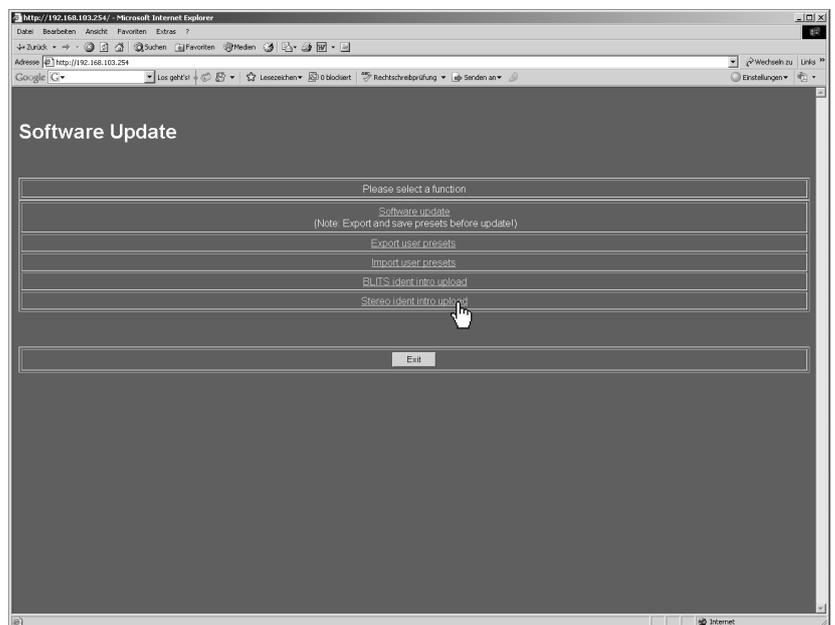
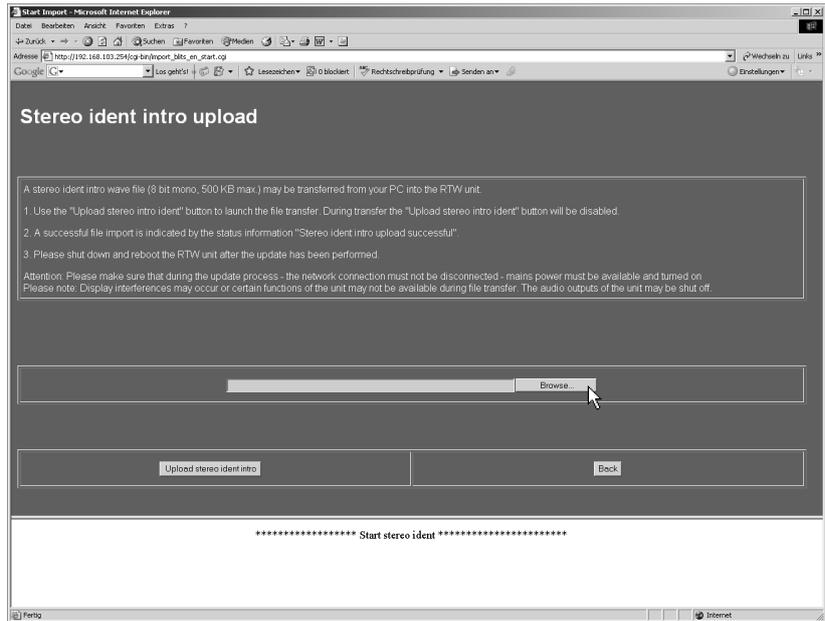
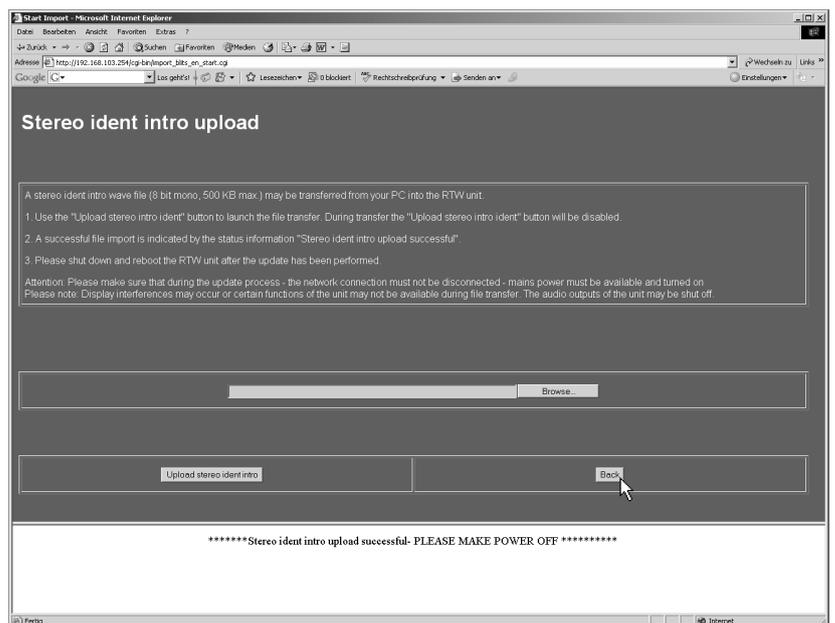

Bild 8-31: Anzeige des Software-Update-Programms in einem Internet-Browser
Bild 8-32: Anzeige der „Stereo ident intro upload“-Seite („Durchsuchen“)
Bild 8-35: Ende des Hochladens der Intro-Datei
2. Im Browser-Fenster erscheint das Software-Update-Programm des SurroundMonitor (siehe Bild 8-31). Wählen Sie „Stereo ident intro upload“. **Beachten Sie bitte die Hinweise auf der „Stereo ident intro upload“-Seite** (siehe Bild 8-32).
3. Klicken Sie auf die Schaltfläche „Durchsuchen“ (siehe Bild 8-32).
- Wenn die Meldung „Stereo ident intro upload successful - PLEASE MAKE POWER OFF“ erscheint, ist das Hochladen der Intro-Datei abgeschlossen (siehe Bild 8-35). Zur Aktivierung des Intros für die Stereo-Kanalidentifikation ist ein Neustart des SurroundMonitor erforderlich.
7. Klicken Sie auf die Schaltfläche „Back“ (siehe Bild 8-35), um auf die Startseite (siehe Bild 8-31) zurück zu kehren, und klicken Sie auf „Finish“, um das Update-Programm zu verlassen.